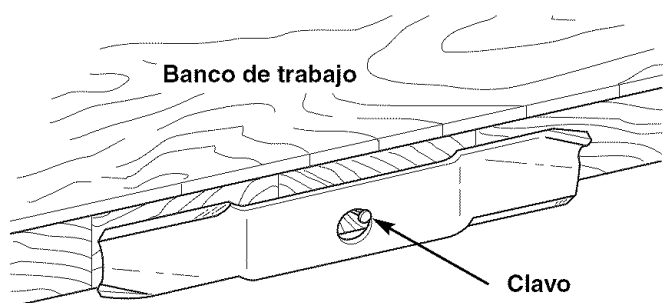

Figura 21. Equilibrar el Aspa
6. Equilibre el asa como se muestra en la Figura 21. Centre el orificio del asa con un clavo lubricado con una gota de aceite. Un asa equilibrada permanecerá nivelada. Si el asa no está equilibrada, siga afilando el lado pesado hasta que esté equilibrada.